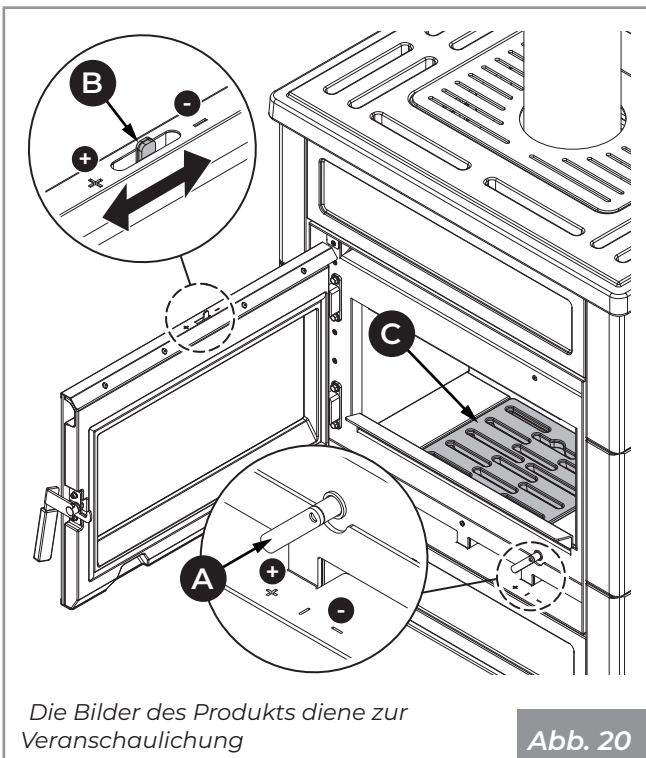

Abb. 20
- Unter Verwendung des mitgelieferten Handschuhs, den Primärluft- (A) und Glasreinigungsregler (B) komplett öffnen (+) (Abb. 20).
- Die Holzscheite vorsichtig auf das Feuerraumgitter (C) legen (Abb. 20).
- Den Regler der Verbrennungsluft (A) und der Glasreinigung (B) offen (+) lassen, um eine hohe und leuchtende Flamme zu garantieren.